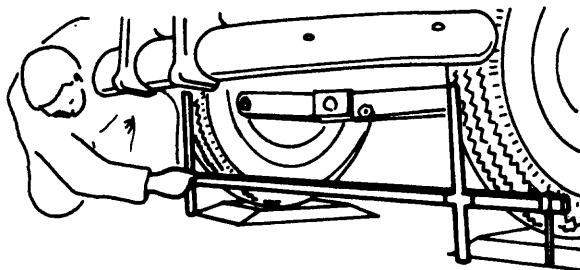

Fig. 6
- a Coloque la varilla y mida la distancia entre neumáticos en la parte delantera (fig. 6).